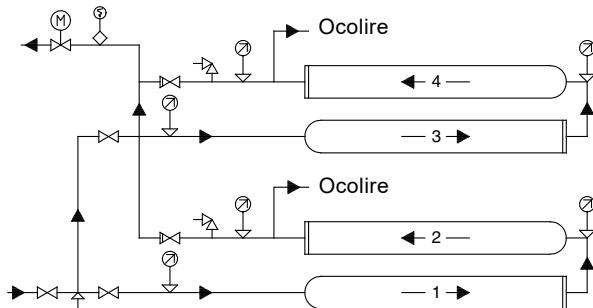

Fig. 8 Sistem de presurizare cu două module conectate în serie și în paralel, montate unul de altul
- Pentru modulele conectate în serie și în paralel, montate unul peste altul, recomandăm conectarea conductelor aşa cum se indică în fig. 8.
Dacă modulele în serie sunt de asemenea conectate în paralel (fig. 8), trebuie verificată direcția de rotație a fiecărei secțiuni conectate în serie.